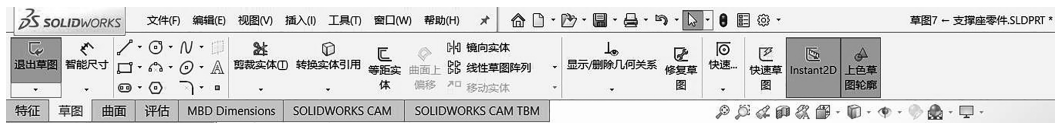

图 1-2-3 【草图】工具栏
(1)单击【草图】工具栏按钮(见图 1-2-3)。
- (1)单击【草图】工具栏按钮(见图 1-2-3)。